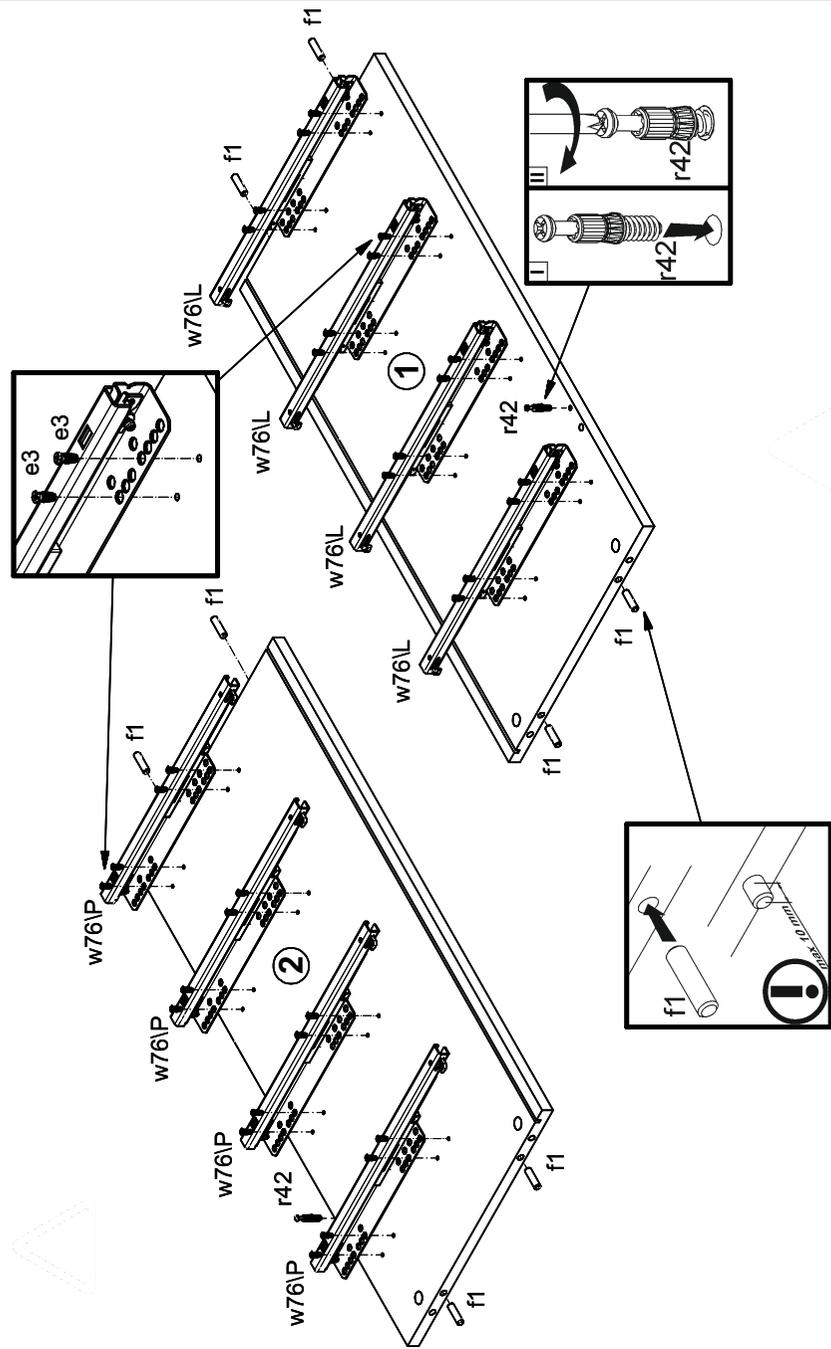
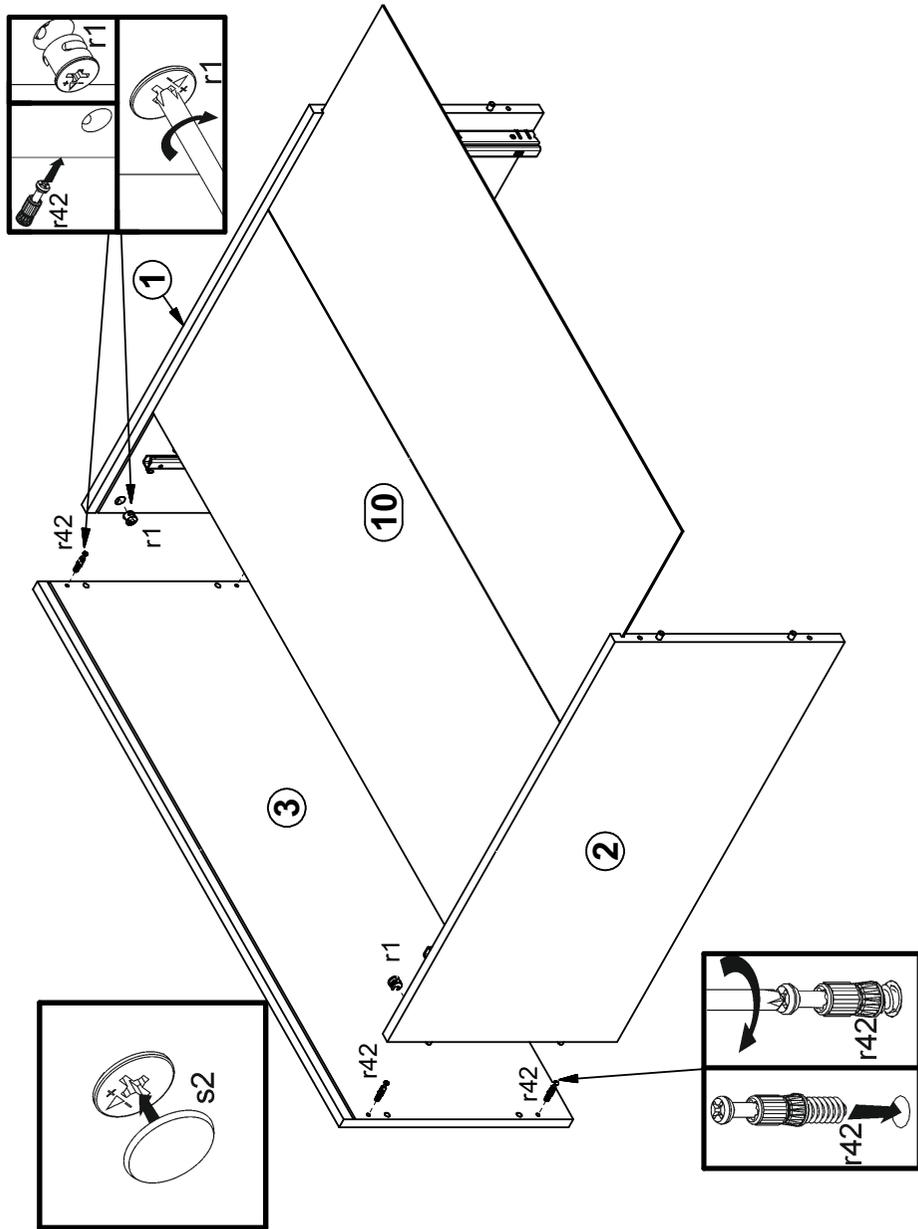

Рисунок 2
Рисунок 4
4.2 В отверстия $\varnothing 8$ мм на верхних и нижних кромках стенок боковых 1 и 2 (см. рис. 2) и в торцах планки декоративной рифленой 8 вбить деревянные шканты f1 (см. рис. 3).
4.3. В отверстия $\varnothing 4$ мм на внутренних поверхностях стенок 1, 2 еврошурупами e3 закрепить по 4 комплекта направляющих w76L и w76P (см. рис. 2).
4.4. В отверстия $\varnothing 5$ мм на внутренних поверхностях стенок 1, 2 (см. рис. 2), на нижней поверхности щита верхнего 3 (см. рис. 4) вкрутить винты стяжки r42.
4.5. В отверстия $\varnothing 15$ мм на задней поверхности планки декоративной рифленой 8 (см.рис. 3), на внутренних поверхностях стенок 1, 2 (см.рис. 4) вставить стяжки эксцентриковые r1.
4.7. Присоединить щит 3 к стенкам 1, 2 с помощью шкантов f1, затянуть стяжки эксцентриковые r1, пользуясь отверткой, вставить стенку заднюю 10 в пазы в деталях 1, 2, 3. Передние стяжки закрыть заглушками s2 (см. рис. 4).